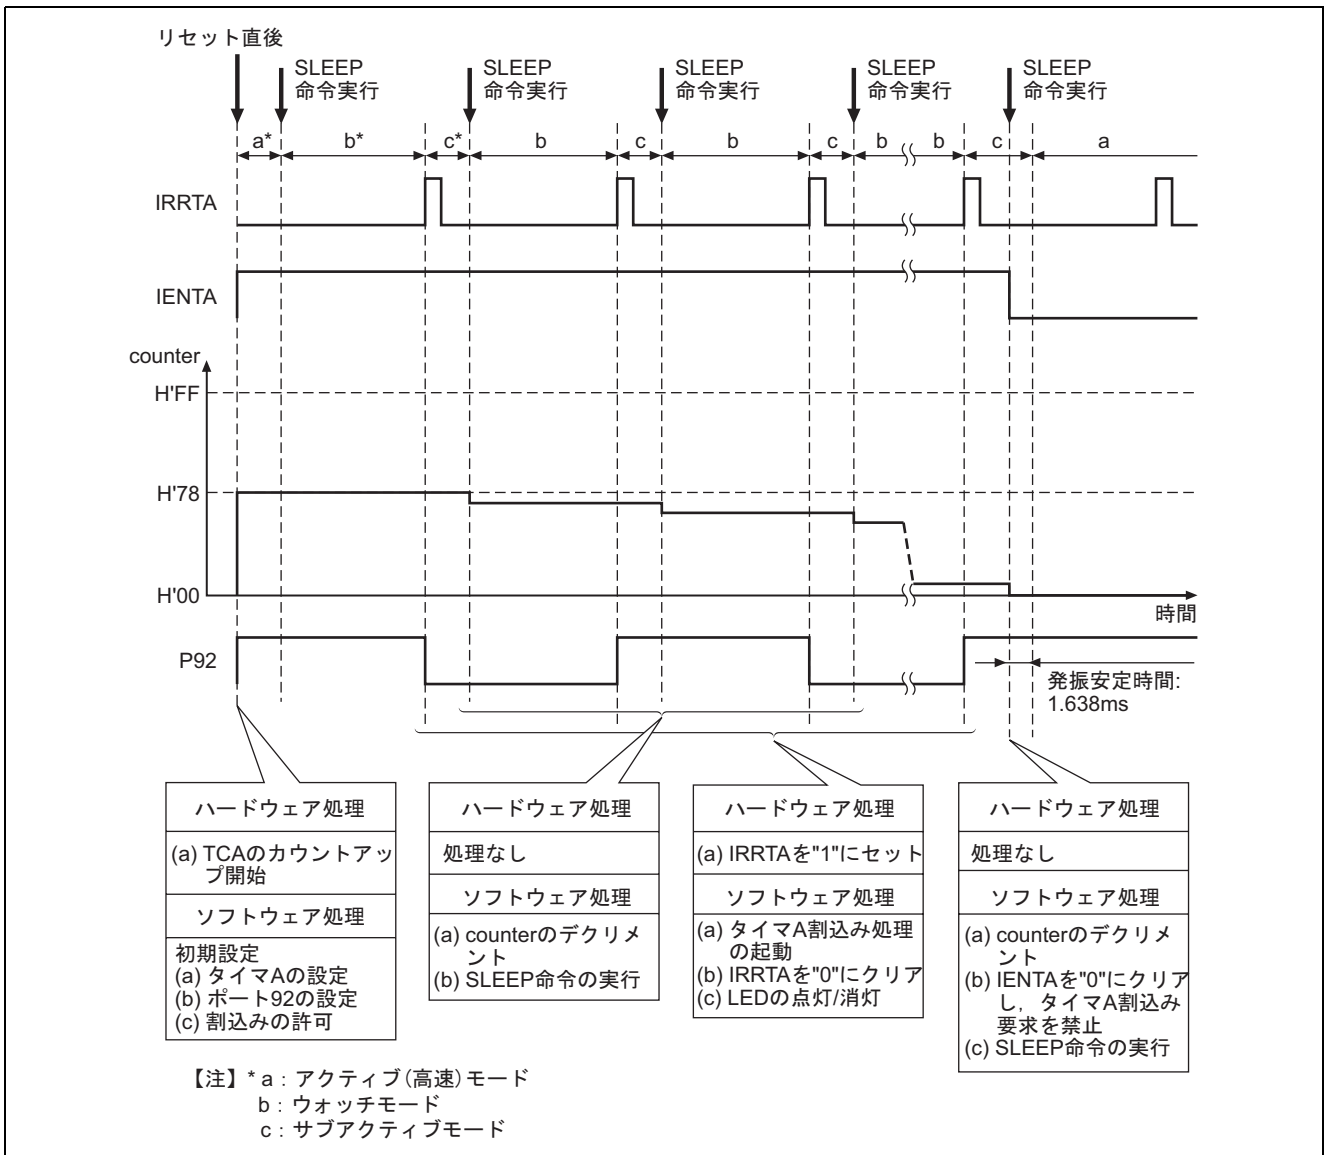

図 2 ウォッチモードへの遷移の動作説明
(1) 図 2 に動作説明を示します。図 2 に示すようなハードウェア処理, およびソフトウェア処理によりウォッチモードへの遷移を行ないます。